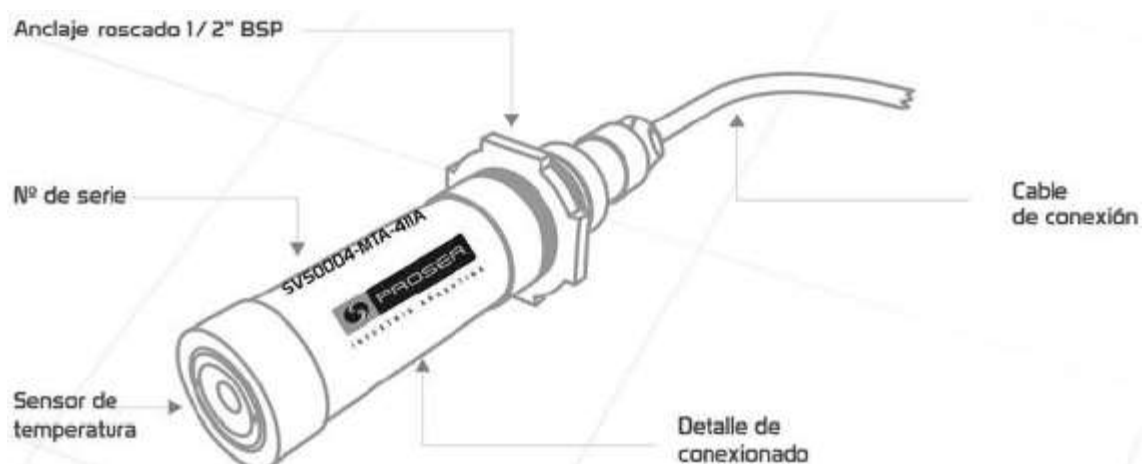

Fig. 1
- Formatos de gabinete: MTA-XXXA: roscado reversible (Fig 1)